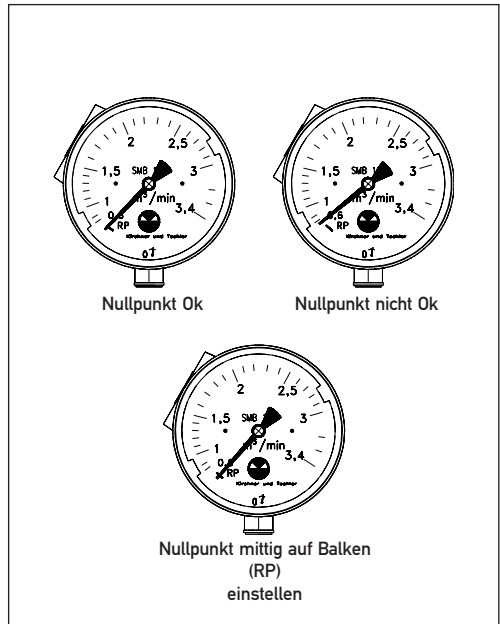

Abb. 6
- Schrauben (3) am Anzeigeteil entfernen
- Zeiger mittels Nullpunkteinstellschraube (4) mittig innerhalb des schwarzen Balkens einstellen (Abb. 6)